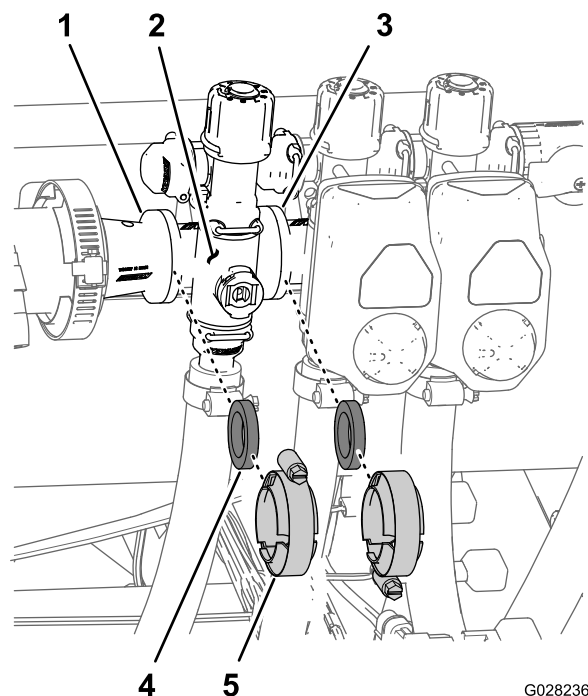

Figura 102
1. Retire las abrazaderas y las juntas que sujetan el distribuidor de la válvula de sección a la válvula de sección adyacente (si es la válvula de sección de la izquierda, a la válvula y al racor reductor), según se indica en Figura 102.